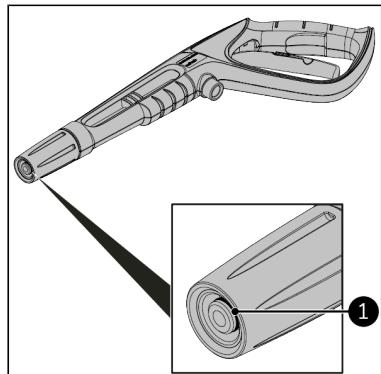

Figure 84.
2. Passez de la vaseline sur le joint torique du pistolet à jet (Figure 84, pos. 1).